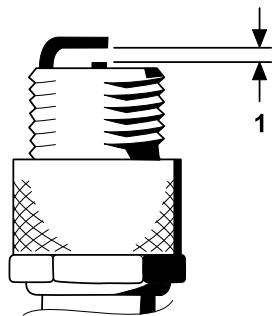

図 41
- 図 41 のように、電極間のエアギャップを 0.76 mm に調整する。